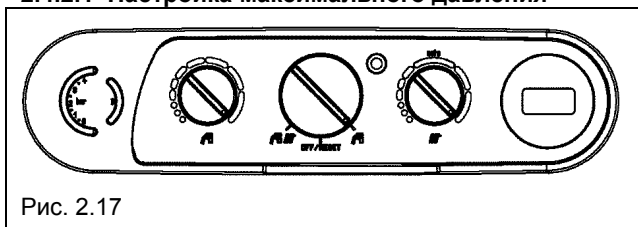

Рис. 2.17
- Переведите переключатель режимов работы в положение «лето» (рис. 2.17)
- отвинтите приблизительно на два оборота винт на штуцере отбора давления, установленном после газового клапана (2) и присоедините к нему манометр;